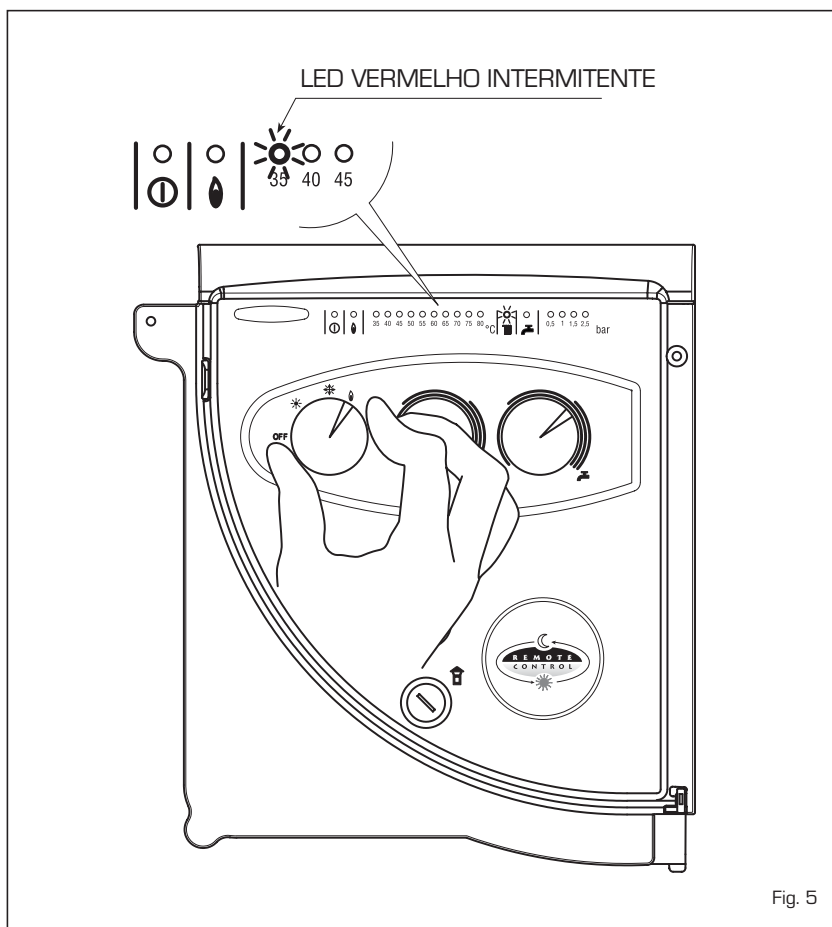

Fig. 5
– **Intervenção do termostato de segurança** (fig. 5)